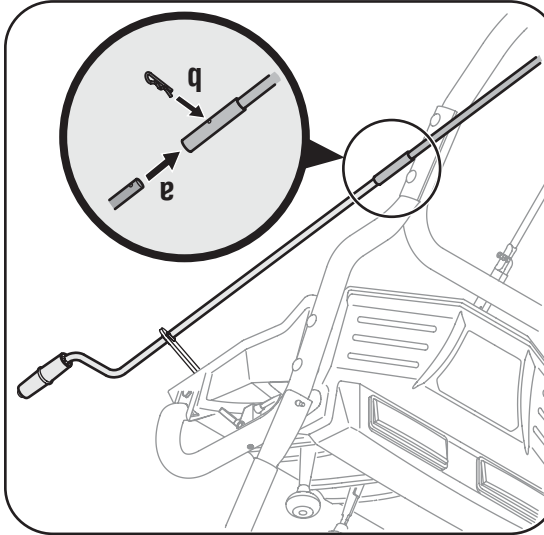

Figure 3-3
- Dégagez la goulotte fendue de l'extrémité de la manivelle supérieure de la goulotte. Enfoncez la manivelle supérieure dans la manivelle inférieure. Des pinces peut aider dans ce travail. Voir la Figure 3-3.
- a. Alignez les trous sur les manivelles. Voir la Figure 3-3.